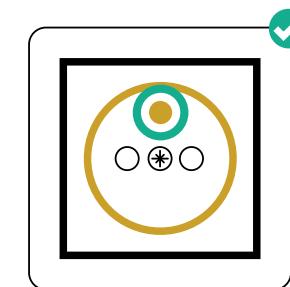
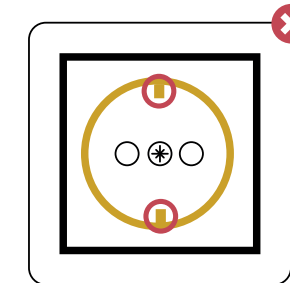

fig. 1
fig. 2
- Alle stopcontacten zijn voorzien van een aangesloten penoording zie fig. 1 (randaarding is verboden in België zie fig. 2) en zijn van het kindveilige type, zodat metalen voorwerpen – zoals een ijzerdraadje – niet in het stopcontact gestoken kunnen worden.